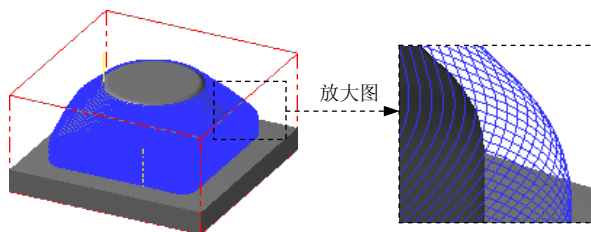

图 6.16 刀具路径
(1) 完成上步操作后，在“曲面精加工等高外形”对话框中的 **刀具路径参数** 选项卡的列表框中显示出 Step4 所选择的刀具，双击该刀具，系统弹出“定义刀具 - 机床群组-1”对话框。
(2) 设置刀具号码。在“定义刀具 - 机床群组-1”对话框中的 **刀具号码** 文本框中，将原有的数值改为 3。
(3) 设置刀具的加工参数。单击“定义刀具 - 机床群组-1”对话框中的 **参数** 选项卡，在 **进给速率** 文本框中输入值 400.0，在 **下刀速率** 文本框中输入值 200.0，在 **提刀速率** 文本框中输入值 500.0，在 **主轴转速** 文本框中输入值 2000.0。
(4) 设置冷却方式。在 **参数** 选项卡中单击 **Coolant...** 按钮，系统弹出“Coolant...”对话框，在 **Flood**（切削液）下拉列表中选择 **On** 选项。单击该对话框中的 **✓** 按钮，关闭“Coolant...”对话框。
Step9. 单击“曲面精加工等高外形”对话框中的 **✓** 按钮，完成加工参数的设置，此时系统将自动生成图 6.16 所示的刀具路径。